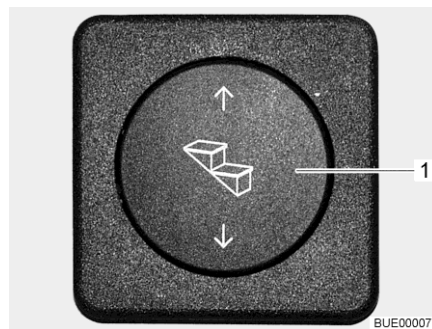

Fig. 2 Conmutador de mando del escalón de entrada
- Extensión:** ■ Pulsar el interruptor basculante (Fig. 2,1) por abajo hasta que esté completamente extraído el escalón de entrada.
- Retracción:** ■ Pulsar el interruptor basculante (Fig. 2,1) por arriba hasta que haya introducido completamente el escalón de entrada.